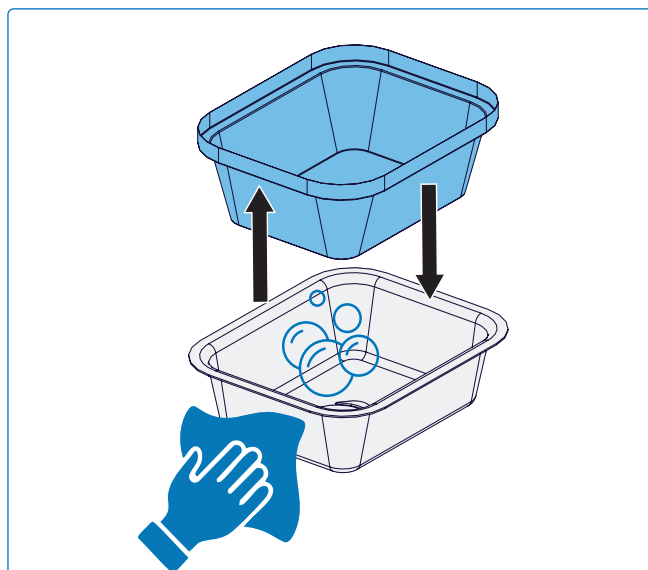

Fig. 24
3. Remplacez le bac à graisse jetable toutes les 2 à 4 semaines, selon l'utilisation (le cas échéant) (**Fig. 24**).
- Les pièces en acier inoxydable se décolorent avec le temps sous l'effet de la chaleur, prenant une teinte dorée ou brune. Ce phénomène est normal et n'affecte pas les performances du gril (**Fig. 24**).